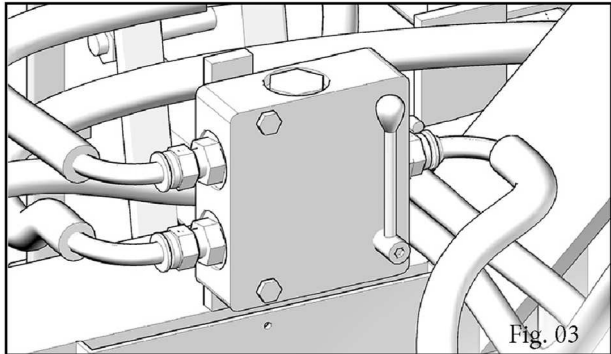

Fig. 03
- * Válvula de regulagem de fluxo (motor hidráulico) *Fig. 03*.
- * Flow adjustment valve (hydraulic motor) Fig. 03.
- * Válvula de regulación de caudal (motor hidráulico) Fig. 03.